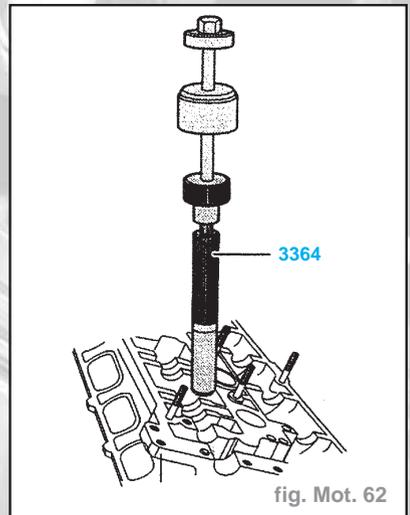

fig. Mot. 62
- Extraire les étanchements des tiges de soupapes avec 3364 (fig. Mot. 62).